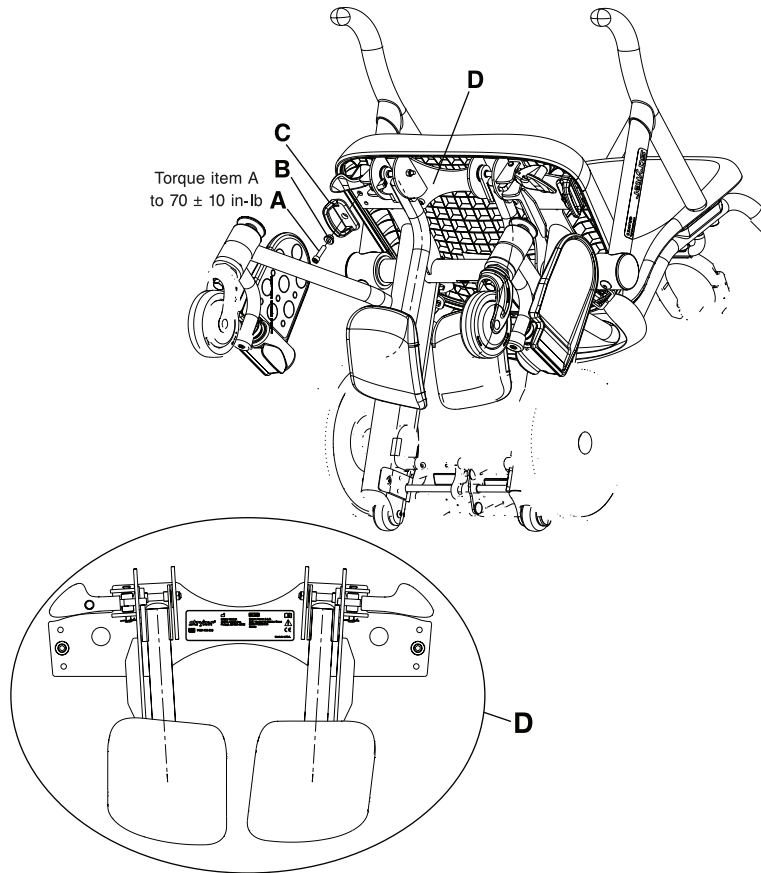

Figure 2-36 : Assemblage soudé du repose-jambes
3. Si l'unité est équipée du crochet pour poche urinaire, utiliser une clé à 6 pans de 3/16" pour retirer les vis d'assemblage à tête ronde (A) qui maintiennent le crochet pour poche urinaire sur les deux côtés du châssis du fauteuil. Jeter les crochets pour poche urinaire (C) et les vis (A) (Figure 2-36 à la page 2-56).
4. Positionner l'assemblage soudé de la plaque de montage du repose-jambes fournie (1460-166-0 05) (D) sur le dessous du châssis du fauteuil (Figure 2-36 à la page 2-56).
5. Aligner les pattes de positionnement au bas des crochets pour poche urinaire fournis (1460-001-051) (C) avec les trous de guidage sur l'assemblage soudé de la plaque de montage du repose-jambes (Figure 2-36 à la page 2-56).
6. Insérer l'entretoise du crochet pour poche urinaire fournie (1460-116-0 25) (B) dans le trou sur le crochet pour poche urinaire (Figure 2-36 à la page 2-56).
7. À l'aide d'une clé à 6 pans de 1/4" et des vis d'assemblage à 6 pans creux fournies (0004-575-000) (A), fixer le crochet pour poche urinaire et l'assemblage soudé de la plaque de montage du repose-jambes sur le dessous du châssis du fauteuil sur les deux côtés. À l'aide d'une clé dynamométrique de 3/8", serrer les vis à un couple de  $70 \pm 10$  in-lb ( $8 \pm 1,1$  Nm).
4. À l'aide d'une clé à 6 pans de 1/4", retirer les vis d'assemblage à 6 pans creux (A) qui maintiennent le crochet pour poche urinaire et l'assemblage soudé de la plaque de montage du repose-jambes de chaque côté du châssis de fauteuil. Retirer l'assemblage soudé de la plaque de montage du repose-jambes (D), l'entretoise du crochet (B) et le crochet pour poche urinaire (C) (Figure 2-36 à la page 2-56). Conserver l'assemblage soudé de la plaque de montage du repose-jambes, les vis, les entretoises et les crochets pour poche urinaire.